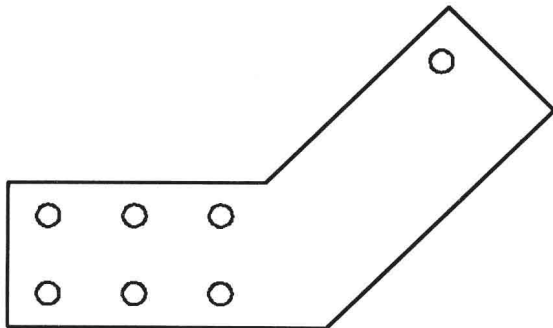

图 4-4-13
(5) 为了更清楚地看到阵列的最终效果,在对话框中单击“预览”按钮,暂时关闭“阵列”对话框,显示当前图形中的阵列效果,如图4-4-13所示。